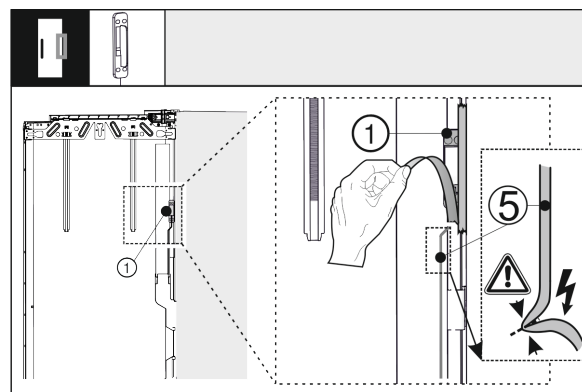

Fig. 39
- Otpustite senzor kucanja Fig. 39 (1) s vanjskih vrata. Ne oštećujte Fig. 39 (5) spojni kabel.